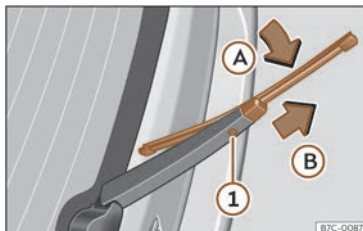

Fig. 185 Cambio de la escobilla de la luneta trasera.
- Rote la escobilla ligeramente >>> **fig. 185** (flecha **A**).